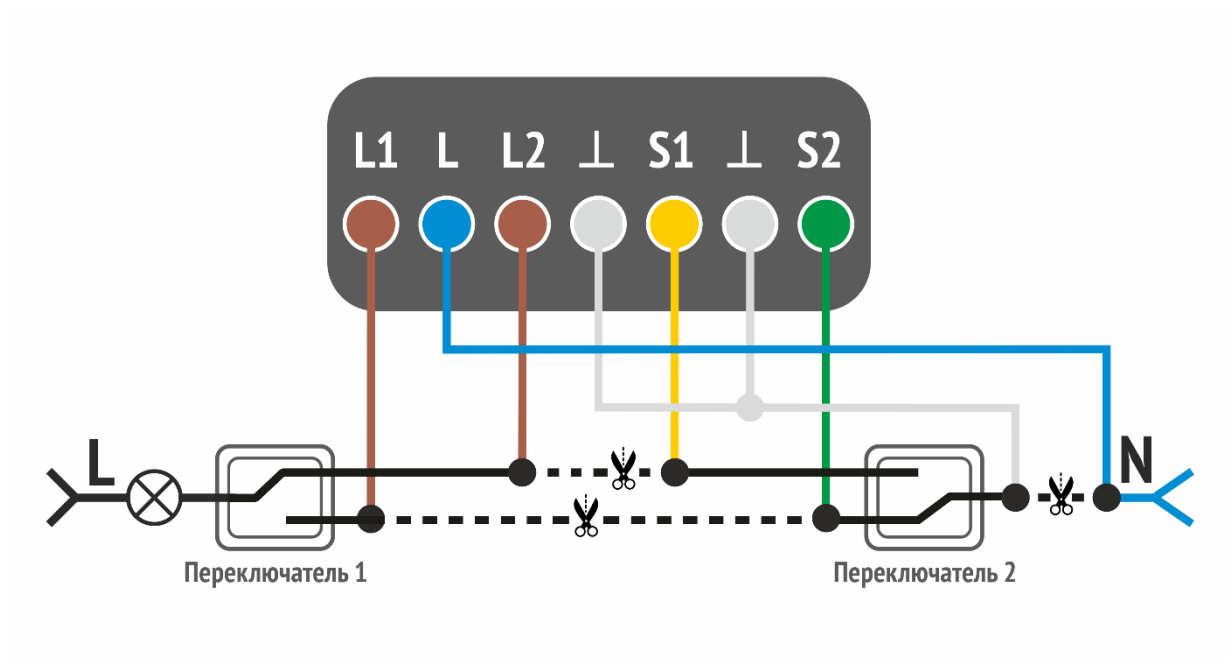

Рисунок 7.3 – Схема подключения модуля для управления линией освещения с проходными переключателями
- 4) Провода входной фазы подключите к коричневым выводам модуля (L1 и L2), а провод нулевой линии подключите к синему выводу модуля (L).
- 6) Подключите желтый (S1) и зеленый (S2) выводы модуля к отключенному переключателю вместо проводов входной фазы в соответствии со схемой (см. рисунок 7.3).